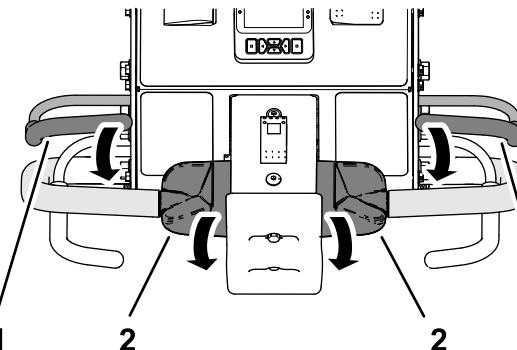

**Figura 31**
2. Baixe a barra de ligação (Figura 31).